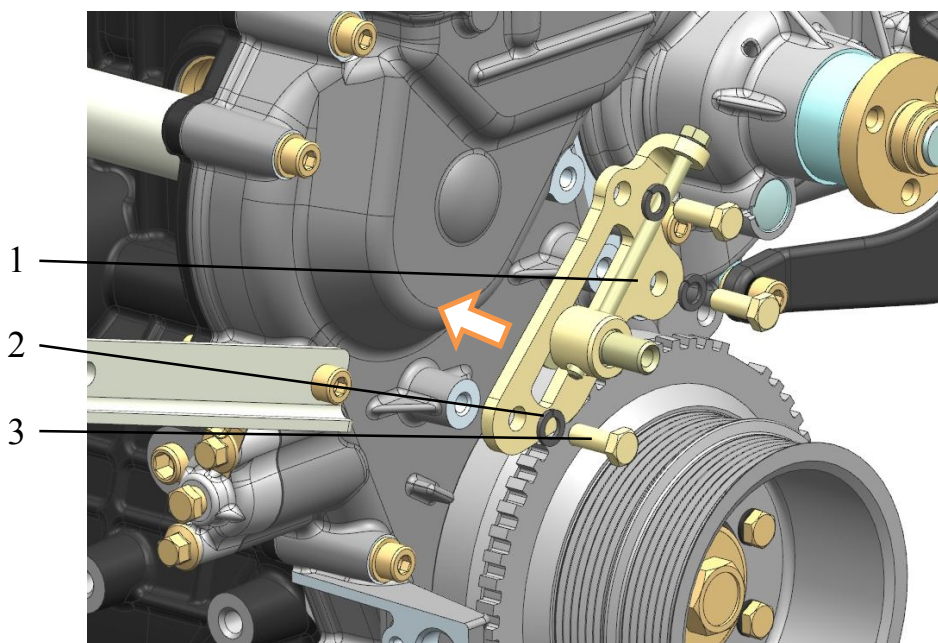

Рис.167. Установка кронштейна натяжного ролика ремня привода водяного насоса и генератора:
**16.** Установить на крышку цепи кронштейн 2 (рис.167) натяжного ролика ремня привода водяного насоса и генератора и закрепить, завернув болты 3 с пружинными шайбами 2 моментом 11,8...17,6 Н·м (1,2...1,8 кгс·м).